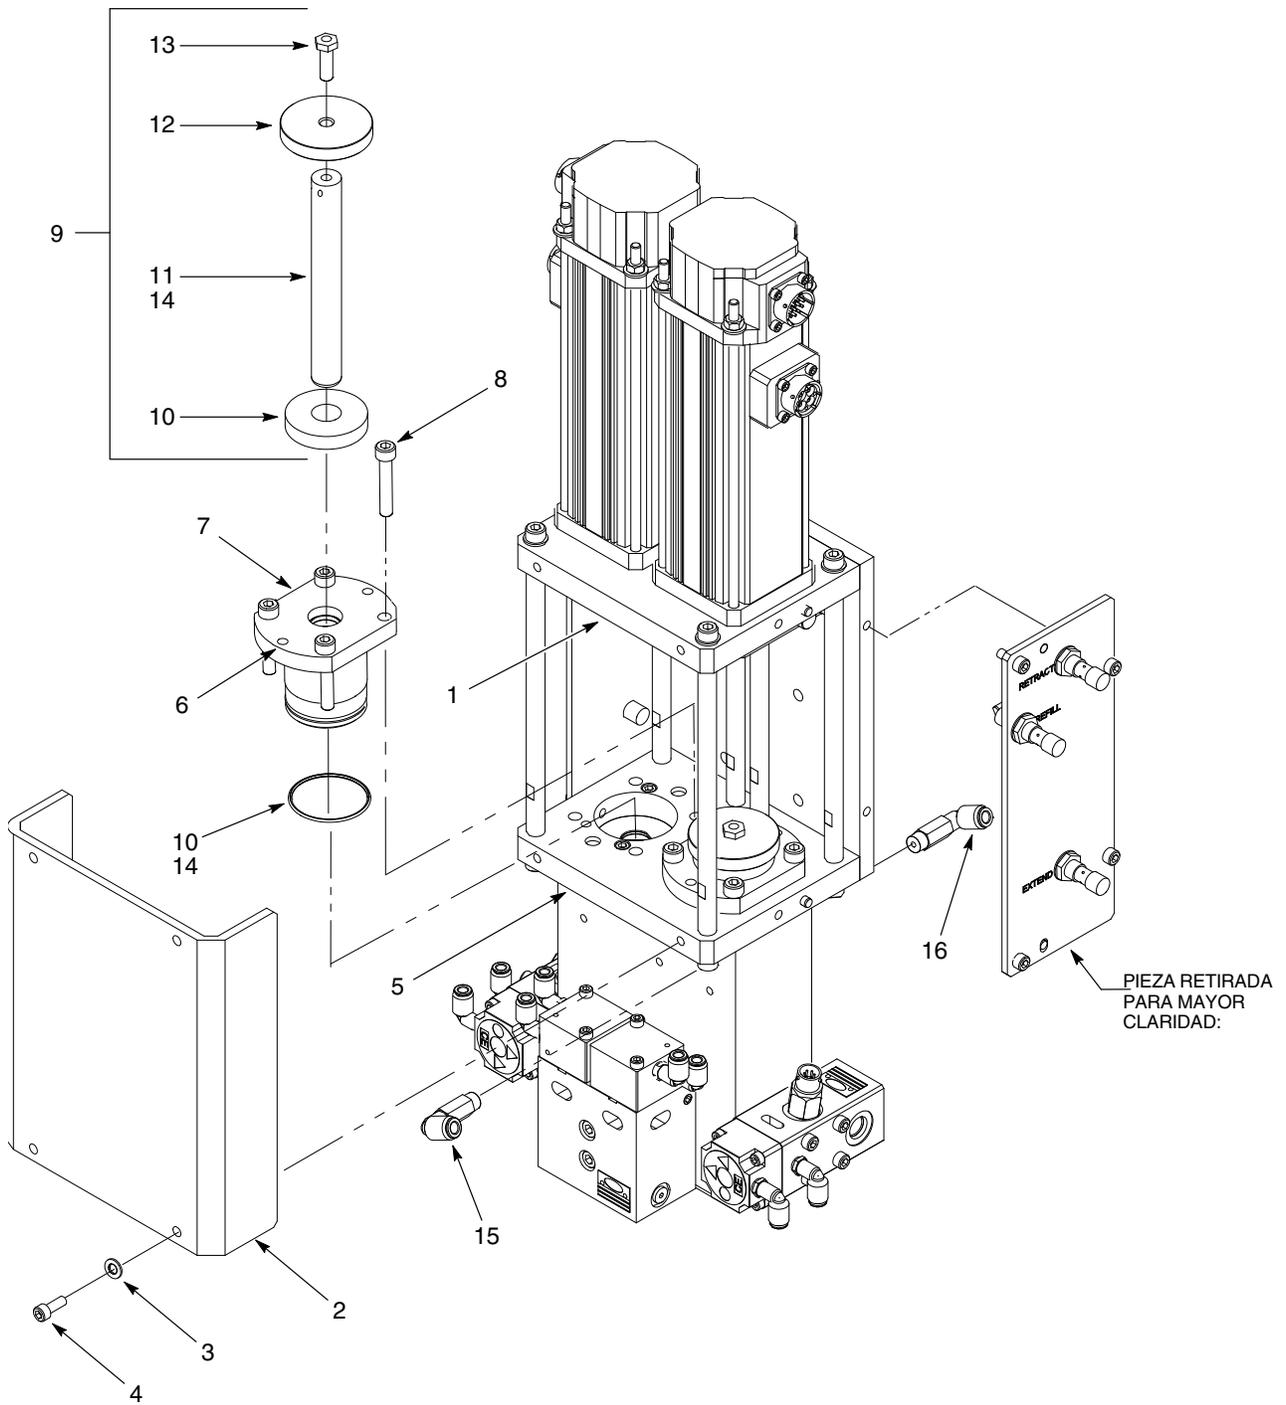

Figura 10 Reparaciones del conjunto del émbolo y de la empaquetadura
2. Ver la figura 10. Extraer los tornillos (4) y las arandelas (3) que fijan la protección (2) al conjunto del actuador lineal (1) y al saliente de la carcasa (5).
3. **SOLO EMPAQUETADURA ARW:** Desconectar el tubo de aire en caso necesario. Extraer los racores de las conexiones de entrada (15) y salida (16) en la empaquetadura.
4. Retirar los tornillos (8) que fijan el conjunto de la empaquetadura (7) al saliente de la carcasa (5). Llevar a cabo el siguiente procedimiento si el conjunto de la empaquetadura no puede ser extraído del saliente de la carcasa:
- a. Insertar dos tornillos (8) en los orificios roscados (6) del conjunto de la empaquetadura.
5. Extraer la junta tórica (10) del conjunto de la empaquetadura (7). Desechar la junta tórica.
6. Aplicando presión del husillo, extraer el conjunto del émbolo (9) del conjunto de la empaquetadura (7).
7. Desmontar el conjunto del émbolo (9):
- a. Extraer el amortiguador (10) del émbolo (11).
- b. Insertar el pasador de la llave inglesa en el orificio en el émbolo. Extraer los tornillos (13) que fijan el disco de proximidad (12) al émbolo.
1. Ver la figura 10. Lubricar la junta tórica del conjunto de la empaquetadura (10) y el diámetro interior del conjunto de la empaquetadura (9) con grasa TFE (14).
2. Ensamblar el conjunto del émbolo (9):
- a. Instalar el disco de proximidad (12) en el émbolo (11).
- b. Girar el tornillo (13) en el émbolo. Insertar el pasador de la llave inglesa en el orificio del émbolo y apretar el tornillo a 13,5 N•m (10 pies-lb).
- c. Instalar el amortiguador (10) en el émbolo. Asegurarse de que el amortiguador del émbolo hace contacto con el disco de proximidad.
- d. Aplicar la grasa TFE correspondiente (14) en el eje del émbolo.
3. Aplicando presión del husillo, insertar el conjunto del émbolo (9) en el conjunto de la empaquetadura (7).
4. Instalar el conjunto de la empaquetadura (7) en el saliente de la carcasa (5) utilizando los tornillos (8). Apretar los tornillos de forma cruzada a 13,5 N•m (10 pies-lb).
5. **SOLO EMPAQUETADURA ARW:** Conectar el tubo de aire en caso necesario. Instalar los racores de las conexiones de entrada (15) y salida (16) en la empaquetadura.
6. Instalar la protección (2) en el conjunto del actuador lineal (1) y el saliente de la carcasa (5) utilizando las arandelas (3) y los tornillos (4). Apretar bien los tornillos.